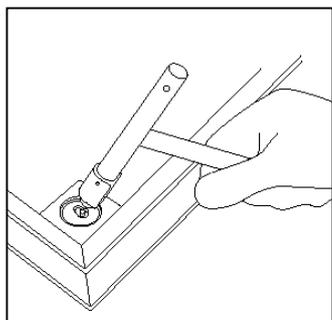

図1
2. 専用ハンドルで四隅のボルトを反時計方向に回して緩めます。 (図1)